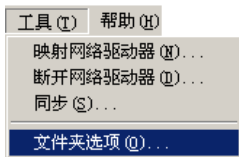
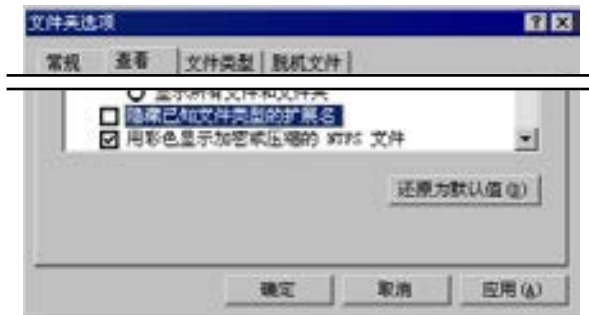

图 5.4.1 “工具”下拉菜单
图 5.4.2 “文件夹选项”对话框
- 如果在 Windows 操作系统的窗口中还是看不到版本号，可进行这样的操作：在 Windows 窗口中选择下拉菜单 **工具(T)**  **文件夹选项(O)...** 命令（图 5.4.1），在“文件夹选项”对话框的 **查看** 选项卡中，取消 **隐藏已知文件类型的扩展名**（图 5.4.2）。